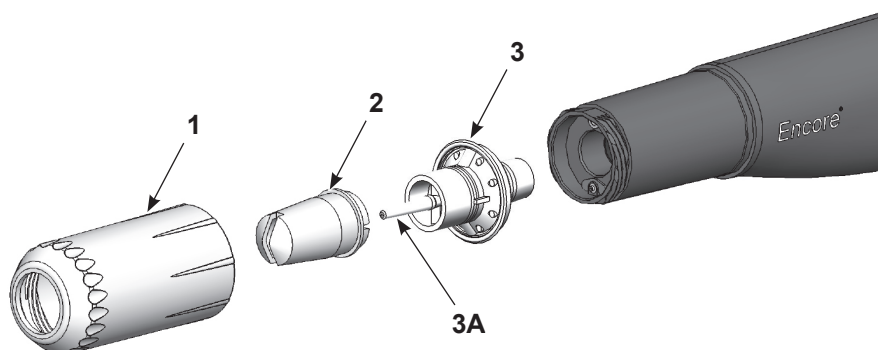

Рис. 8 Снятие и установка плоскофакельной форсунки
1. См. Рис. 8. Отвернуть гайку форсунки (1) против часовой стрелки.
2. Снять плоскофакельную форсунку (2) с узла электрода (3).